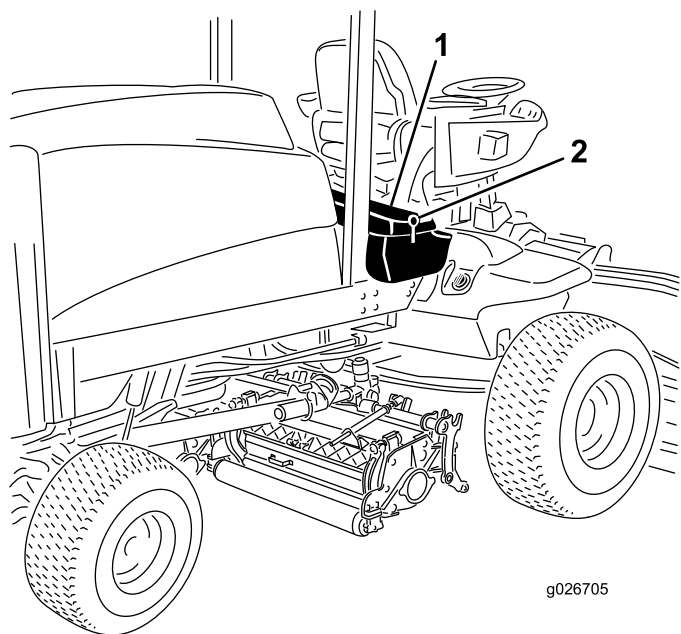

Figura 83
1. Desbloqueie e eleve o painel da consola do operador (Figura 83).